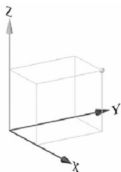

图 10-4 直角坐标
(1) 直角坐标：由点的 X、Y、Z 的坐标值确定，如图 10-4 所示，其命令行输入格式为“(@)X, Y, Z”。